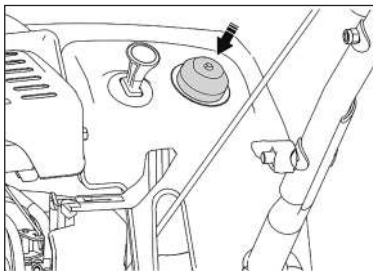

Рис. 11
5. Нажмите 3 раза на кнопку праймера (рис. 11).
12. При низкой температуре окружающего воздуха (ниже -10 °C) перед каждой попыткой запуска может понадобиться 1-2 дополнительных нажатия на кнопку насоса подкачки топлива (праймер, рис. 11). Не следует слишком активно использовать праймер во избежание залива свечи зажигания топливом.